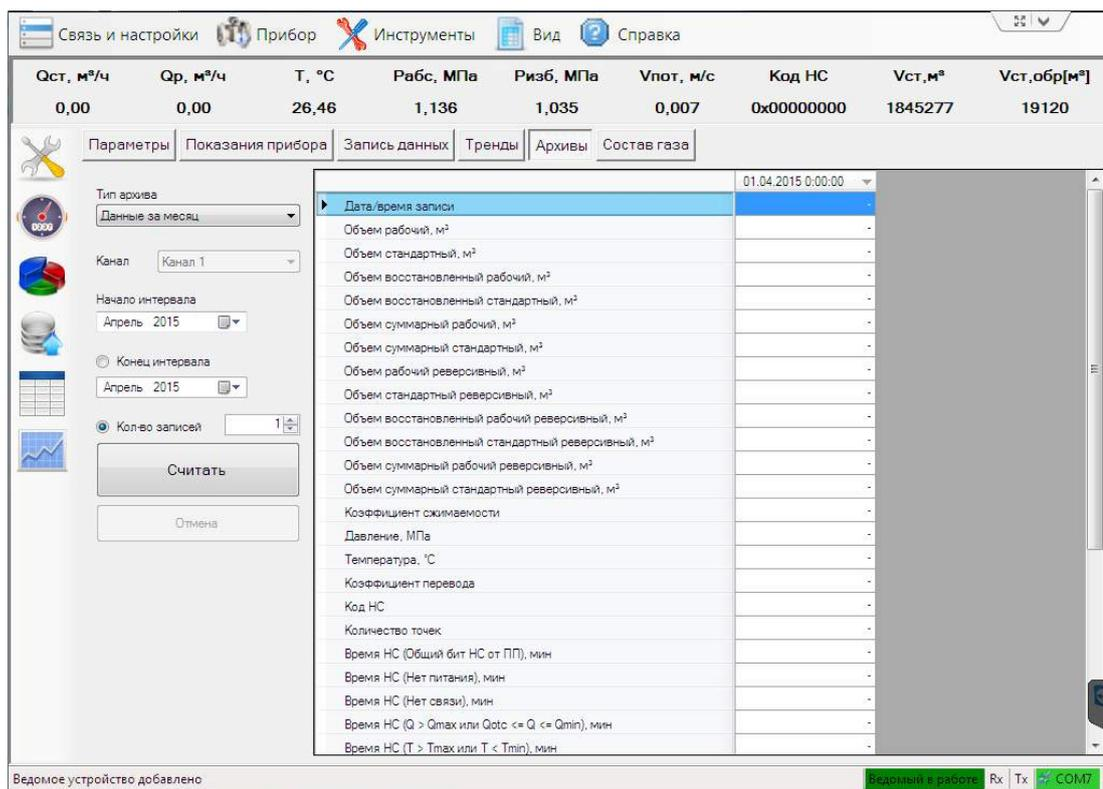

Рисунок 2.25
2.6.7 Вкладка «Архивы» предназначена для чтения архивных данных из прибора за произвольный интервал времени (рисунок 2.25). Если прибор не ведет архивы — страница отсутствует.